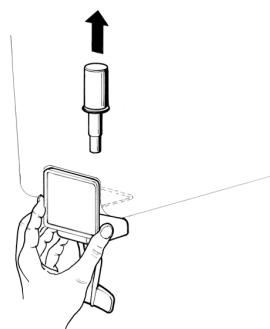

figura 5
**6 Grifo en acero inox por gravedad:** Sacar el pistón y desmontar la palanca mando grifo (ver figura 5).